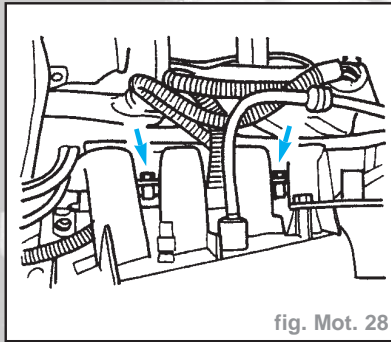

fig. Mot. 28
- Déposer les deux vis de fixation du faisceau de câblage des injecteurs (fig. Mot. 28).